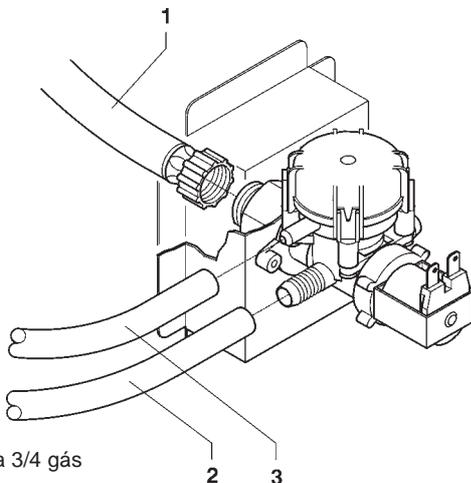

Fig. 14
Ligar mediante tubo apropriado para a pressão da rede e para alimentos (com um diâmetro interno mínimo de 6 mm) a canalização da água à junção de 3/4" gás da eletroválvula de entrada da água (ver a Fig. 14).
A eletroválvula de entrada da água (ver a fig. 14) possui um dispositivo anti-alagamento que permite bloquear mecanicamente a entrada da água caso a válvula ou o mecanismo de controle do nível da água na caldeira funcionem mal.
- soltar a junção do tubo de alimentação da eletroválvula, para descarregar a pressão da rede residual e depois reapertá-lo (ver a fig. 14);